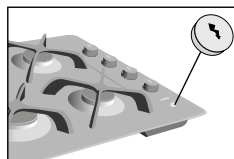

Figura 22.
- Si el producto posee interruptor de encendido eléctrico, presione la perilla y gírela en sentido contrario a las manecillas del reloj hasta la posición de flujo mínimo posteriormente accione el botón de encendido (**Ver figura 22**).